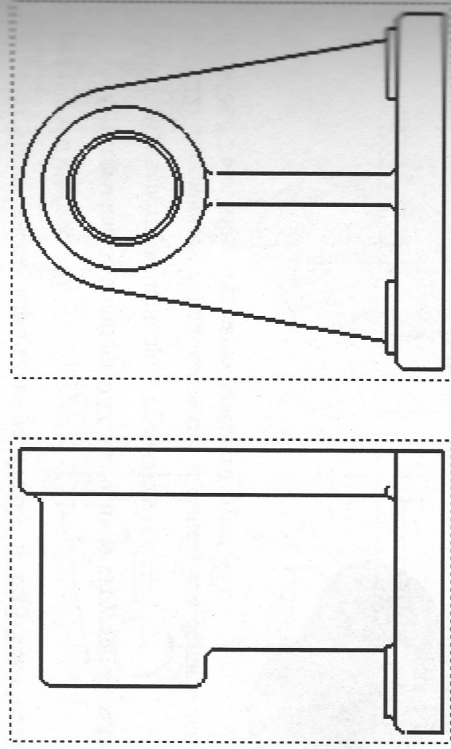

Рис. 42. Построение видов
4. Активируем инструментальную панель **Виды** и в ней нажимаем кнопку **Проекционный вид**. Щелкаем курсором слева внутри рамки **вид спереди** и перемещаем курсор на свободное место справа. После повторного щелчка получаем вид слева (рис. 42).